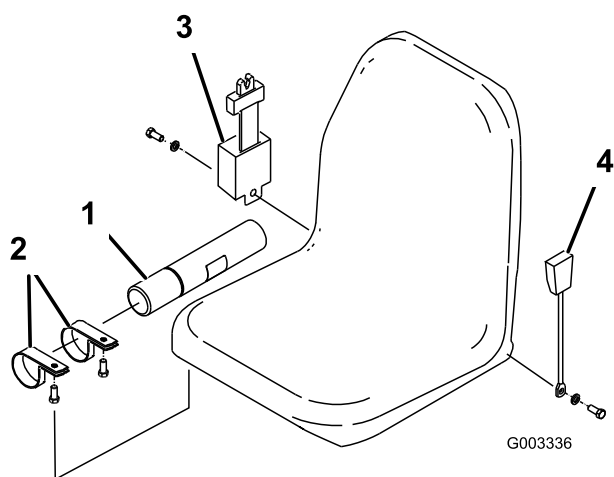

Figura 3
1. Monte el tubo del manual en la suspensión del asiento con las 2Figura 3 abrazaderas en R incluidas en las piezas sueltas ().
suministrados con las piezas sueltas (Figura 3). El retractor del cinturón de seguridad debe montarse en el lado derecho del asiento, y la hebilla en el lado izquierdo.